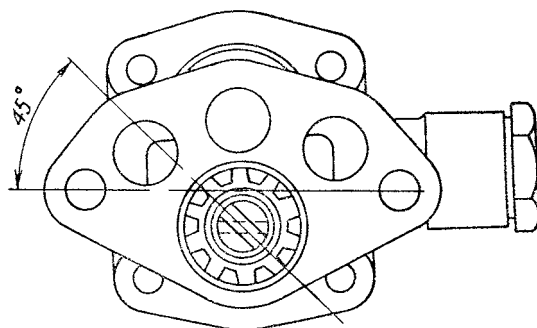

Рис. 51. Установка вала масляного насоса
3. Повернуть вал масляного насоса так, чтобы паз на торце вала был расположен под углом около 45° к линии, параллельной оси перепускного клапана (рис. 51).